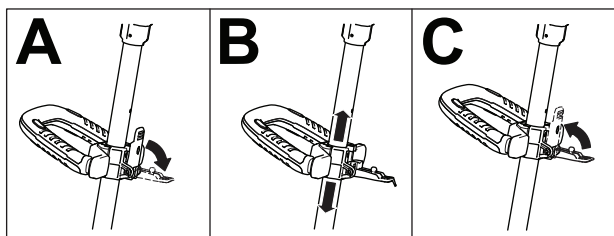

Figura 14
1. Rilasciate il fermo dell'impugnatura ausiliaria (A di Figura 14).
2. Fate scorrere verso l'alto o il basso l'impugnatura ausiliaria all'altezza desiderata (B di Figura 14).
3. Chiudete il fermo dell'impugnatura ausiliaria per fissare l'impugnatura ausiliaria in posizione (C di Figura 14).